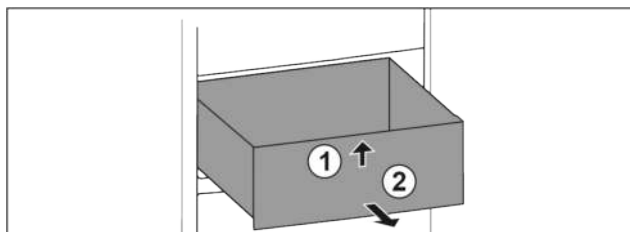

Fig. 99
- Schubfach vorne anheben. Fig. 99 (1)
- Schubfach nach vorne entnehmen. Fig. 99 (2)